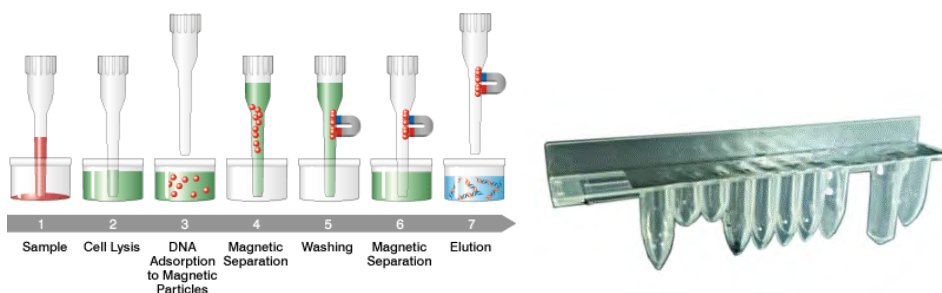

Figura 1-5: Princípio de extração de ácidos nucleicos e cassete de extração ELITE InGenius SP 200
- O conjunto do reagente foi otimizado para o isolamento de ácidos nucleicos de amostras de 200 μL (Figura 1-5: ELITE InGenius – Cassete de extração SP200 e princípio de extração).